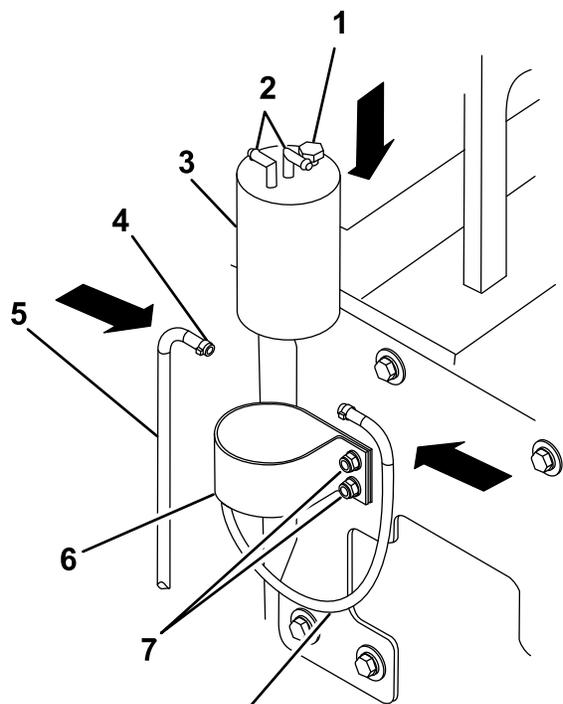

Figure 66
1. Retirez le bouchon à tête hexagonale sur le filtre à carburant/séparateur d'eau de rechange (Figure 66).
5. Placez la cartouche de rechange dans la sangle en dirigeant le bouchon à tête hexagonale vers l'écran pare-chaleur (Figure 66).
6. Serrez les écrous qui fixent la cartouche et la sangle à l'écran pare-chaleur (Figure 66).
7. Transférez les flexibles et les colliers, l'un après l'autre, de l'ancienne à la nouvelle cartouche de filtre/séparateur. Poussez les flexibles sur les raccords de la cartouche de filtre/séparateur neuve (Figure 66).